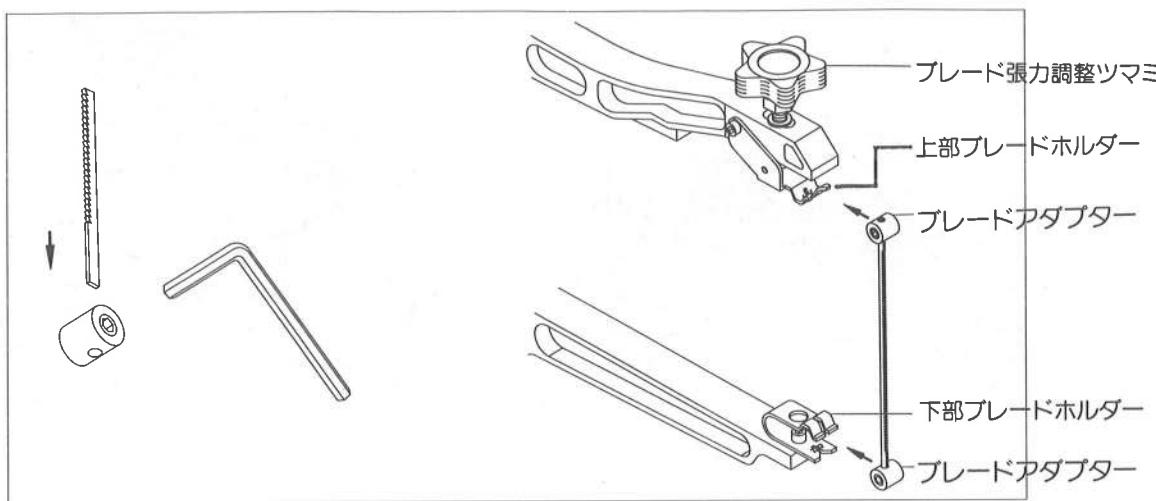

図7
■市販のブレード(（ピンなし）の取付方法（図7参照）
- ①ブレードアダプターが部品袋の中に入っています。
- ②アダプターの左右についているうめ込みネジを六角レンチ（2.5mm）でゆるめて、ブレードを差し込み締めつけて下さい（上、下同じ）。
- ③ブレード張力調整ツマミをゆるめ、下部アダプター取付溝にアダプターを引掛けてから上部のアダプターを引掛けて下さい。
- ④ブレード張力調整ツマミを回して張力を調整して下さい。